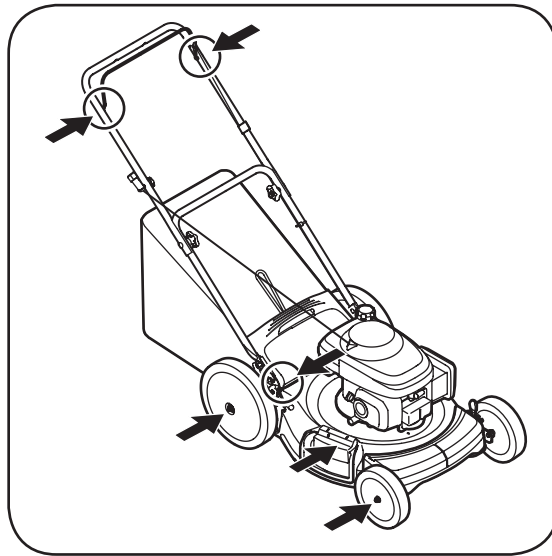

Figura 5-1: Áreas a lubricar en su podadora.
1. Lubrique con aceite ligero los puntos de pivote del control de la cuchilla al menos una vez cada estación. El control de la cuchilla debe funcionar libremente en ambas direcciones, Figura 5-1.
2. Lubrique las ruedas por lo menos una vez por temporada con aceite ligero o aceite para motor. Sin embargo, si las ruedas se quitan por cualquier razón, debe lubricar la superficie del brazo giratorio y la superficie interna de la rueda con aceite ligero, Figura 5-1.
3. Lubrique el resorte de torsión y el punto de pivote de la puerta trasera de descarga y clavija de abono lateral periódicamente con aceite ligero para prevenir la oxidación, Figura 5-1.